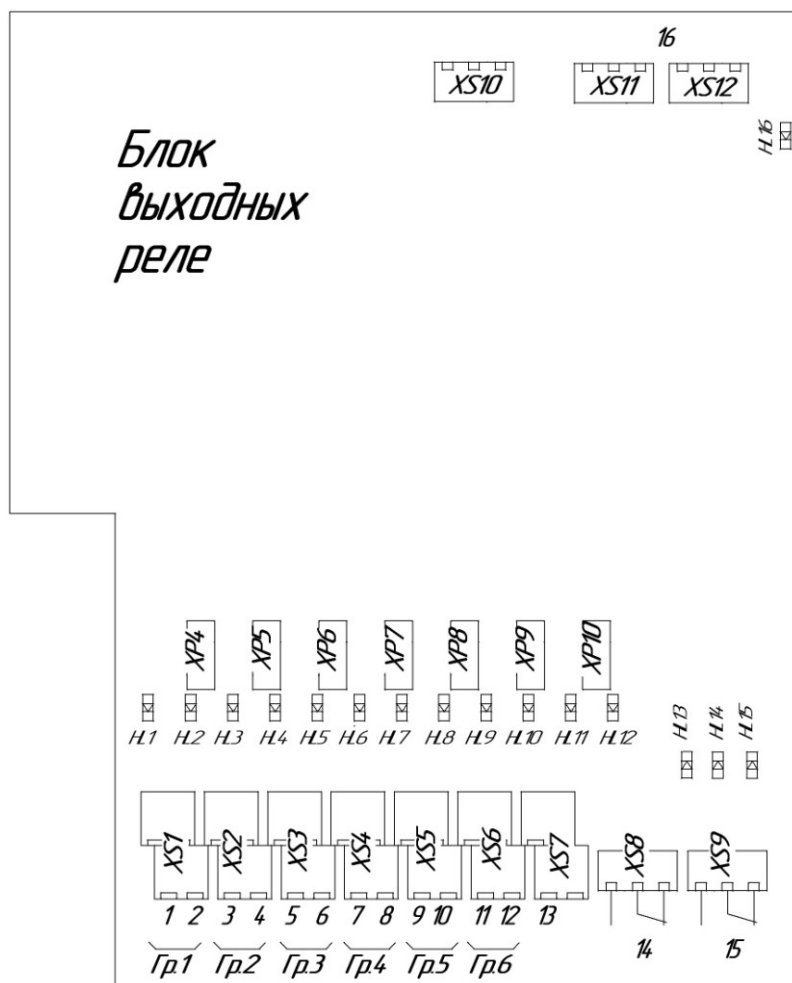

Рисунок 3.6. Блок выходных реле «БУНС-Н6»
3.7 На плате блока выходных реле (А5) установлены (см. рисунок 3.6):
4.1.3 Технологические органы индикации расположены на плате блока выходных реле (см. рисунок 3.6) и представляют собой малогабаритные светодиоды HL1-HL16. Каждый светодиод индицирует управляющий сигнал на соответствующем выходе: HL1 – на выходе 1, HL2 – на выходе 2 и т.д.